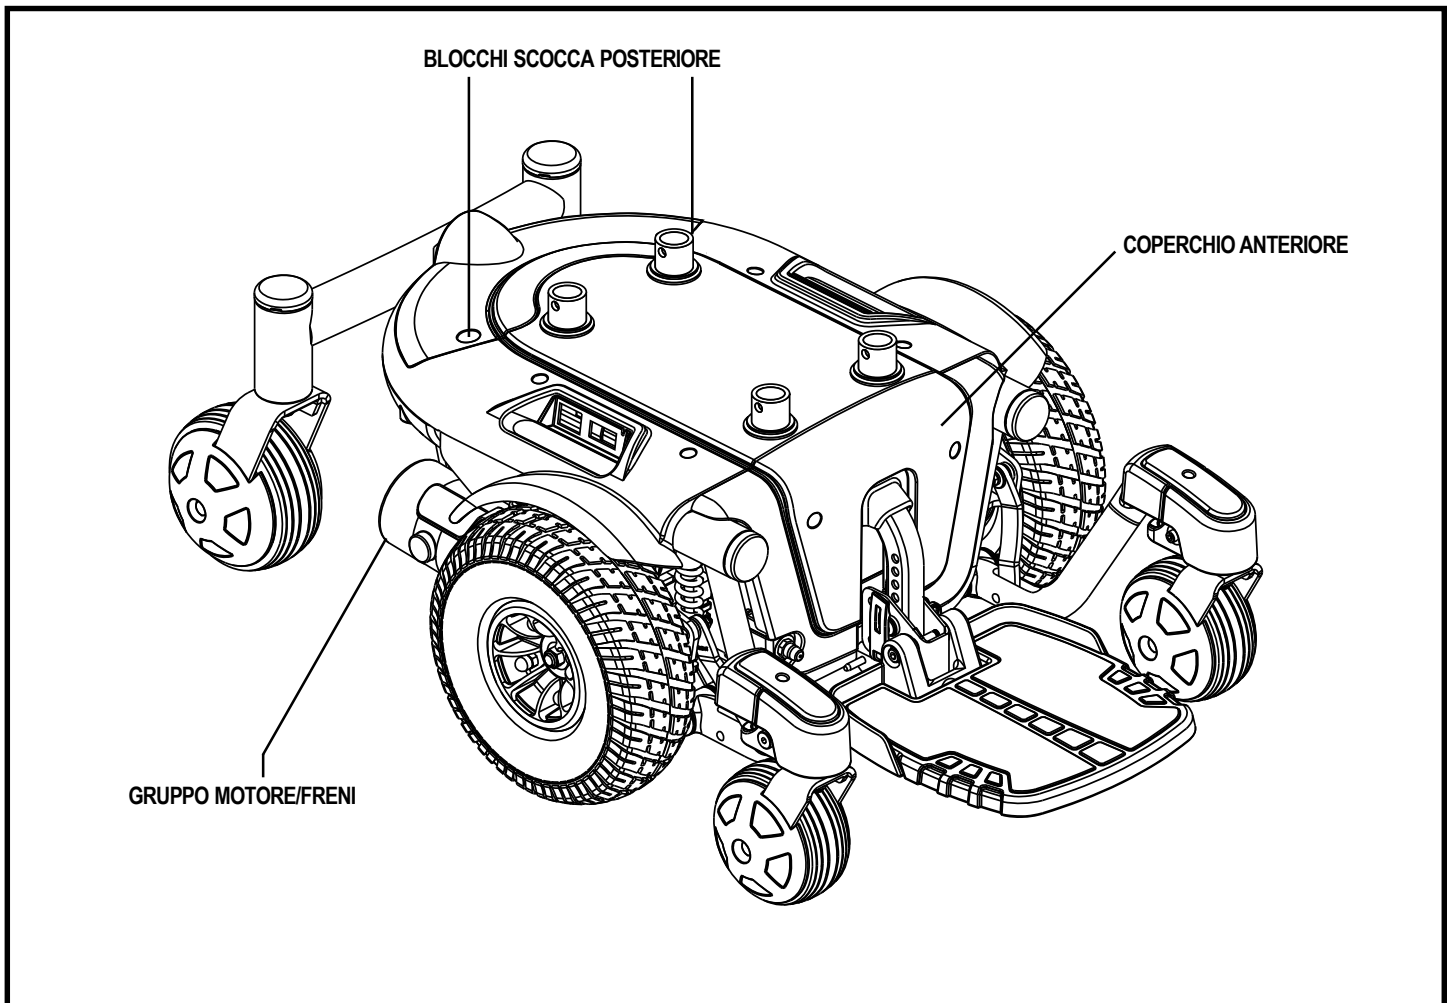

Figura 6. La base di alimentazione della Quantum 610
5. Ruotare i blocchi scocca posteriore di un quarto di giro in qualsiasi direzione e rimuovere la scocca posteriore. Vedere figura 6.
7. Reinstallare la scocca posteriore. Ruotare i blocchi della scocca posteriore di un quarto di giro in qualsiasi direzione. Vedere figura 6.
2. Ruotare i blocchi scocca posteriore e rimuovere la copertura della scocca. Vedere figura 6.